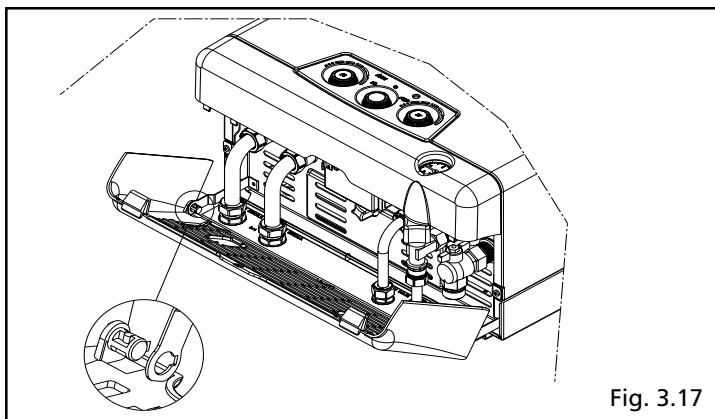

Fig. 3.17
- posizionare la copertura raccordi in modo che il perno del lato sinistro venga inserito nella squadretta sinistra facendo coincidere il risalto del perno con il corrispondente scarico presente sulla squadretta. Ruotare leggermente verso il basso la copertura (fig. 3.17)